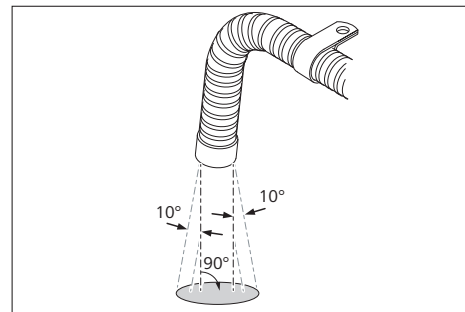

Рис. 21: Монтажное положение выхода отработанных газов
- ▶ Закрепите выпускной трубопровод на расстоянии не более 150 мм от выхода отработанных газов так, чтобы газы выходили под углом  $90^\circ \pm 10^\circ$  к земле. См. Рис. 21.